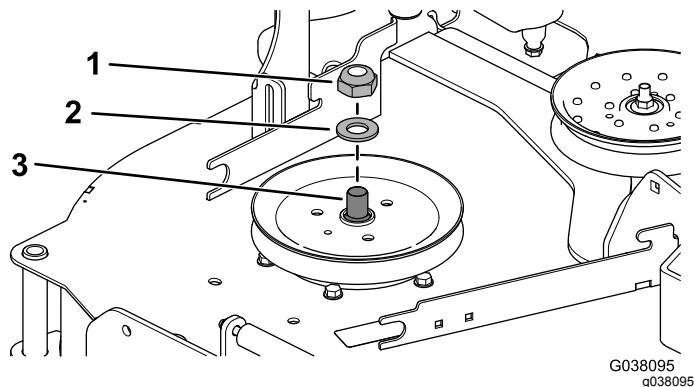

Figure 10
3. Utilisez une clé (1½") pour immobiliser l'axe de pivot quand vous retirez le contre-écrou (¾") et la rondelle de l'axe (Figure 10).